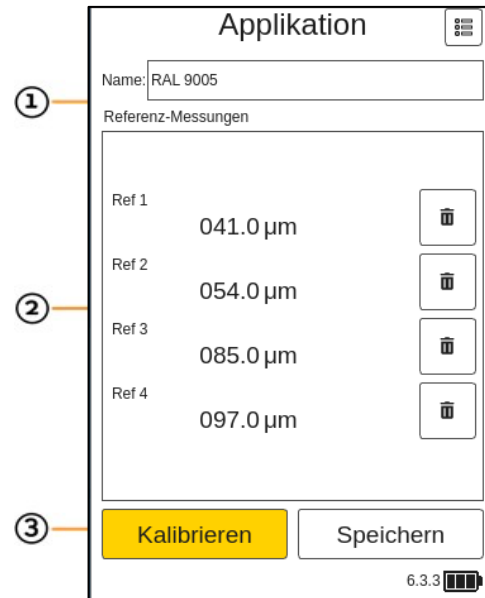

Bild 43: Referenz-Messungen
Ein Kalibrationsbericht, wie in Bild 43: Einfacher Kalibrationsbericht dargestellt, wird von der coatmaster® Flex-Software generiert.
- **Mittlere Abweichung** (MD) des coatmaster® Flex vom Referenzwert: Der Wert sollte weniger als 10% betragen. Je niedriger der Wert, desto genauer ist Ihre Messung. Wenn der Wert größer als 10% ist, überprüfen Sie den Referenzwert.
- **Signalanpassung** (SF): Der Wert für die Signalanpassung sollte größer als 90% sein. Wenn der Wert weniger als 90% beträgt, reinigen Sie die Optik mit sauberen, trockenen, fusselfreien Papiertüchern und wiederholen Sie das Kalibrierungsverfahren. Wenn die Signalanpassung immer noch unter 90% liegt, kontaktieren Sie bitte unsere technische Support-Hotline (Kontakt Daten auf Seite 2).
- **Messdauer**: Abhängig von der zu messenden Schichtdicke. Bei Änderungen in den Materialeigenschaften (siehe Bild 43: Materialeigenschaften) bezüglich des Dickenbereichs in Bezug auf die erwartete Trockenfilmschichtdicke wird die Dauer der Messzeit berechnet. Je höher der Dickenbereich ist, desto länger wird die Messdauer sein.
- **Blitzenergie**: Abhängig von der zu messenden Farbe des Beschichtungsmaterials. Bei Änderungen in den Materialeigenschaften (siehe Bild 43: Materialeigenschaften) bezüglich der Farbe in Bezug auf die angewandte Farbe des Beschichtungsmaterials wird die Blitzenergie angepasst. Weiß verwendet eine hohe Blitzenergie und Nicht-Weiß eine niedrige Blitzenergie.